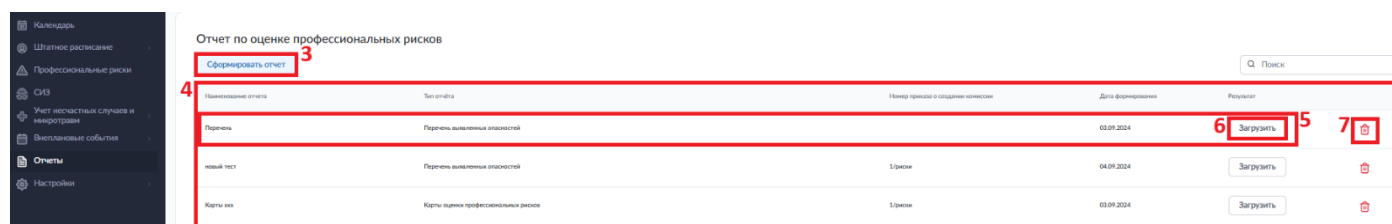

Рисунок 133. Раздел «Отчеты». Подраздел «Оценка профессиональных рисков»
В открывшемся окне (рис. 133), для того чтобы сформировать новый Отчет по оценке профессиональных рисков необходимо нажать на кнопку «Сформировать отчет» (3).